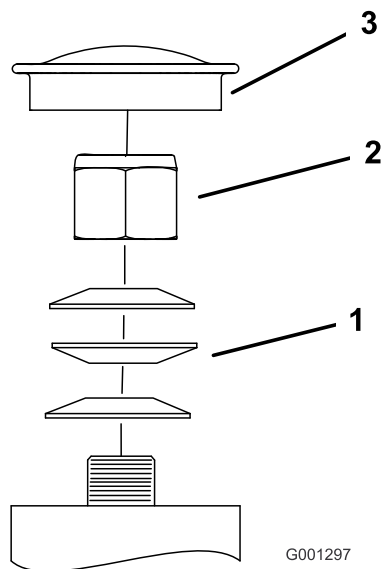

图 56
3. キャスタからダストキャップを外してロックナットを締め付ける **図 56**。
4. スプリングワッシャが平たくつぶれるまでロックナットを締め付け、その位置から 1/4 回転もどすと、ベアリングに対して適切な予負荷がかかる **図 56**。
重要 スプリングワッシャが **図 56** のように正しく取り付けられていることを確認してください。
5. ダストキャップを取り付ける **図 56**。